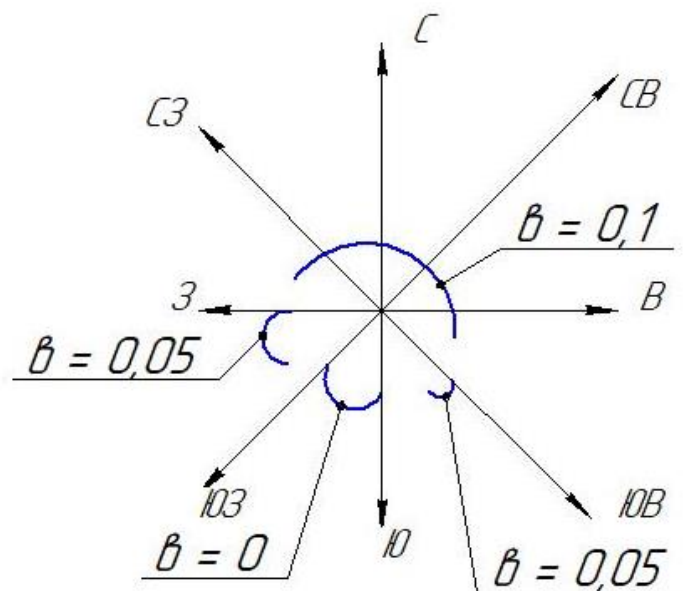

Рисунок 2.1 – Добавочные потери теплоты в зависимости от сторон света.
1) На ориентацию по отношению к сторонам света (рисунок 2.1)